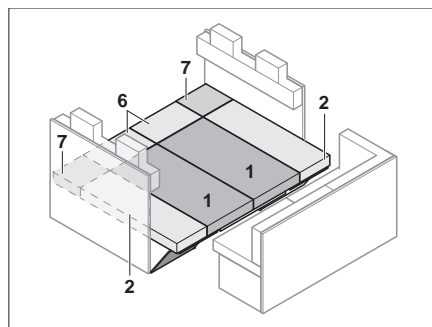

Bild 139 Nach dem Umbau
- Sitz-, Rücken- und Zusatzpolster wie in Bild 139 gezeigt auflegen.